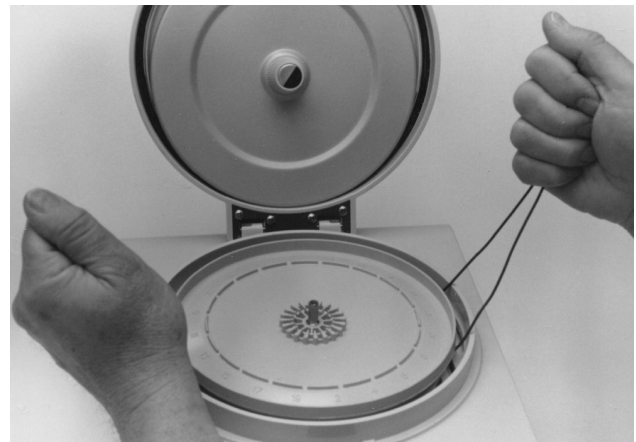

Abbildung 9-1. Abheben des Rotors von der Motorwelle mit dem Entnahmedraht.
- b) Legen Sie den Entnahmedraht unter den Rotor. Heben Sie beide Seiten des Drahts an, um den Rotor nach oben zu drücken (Abb. 9-1).